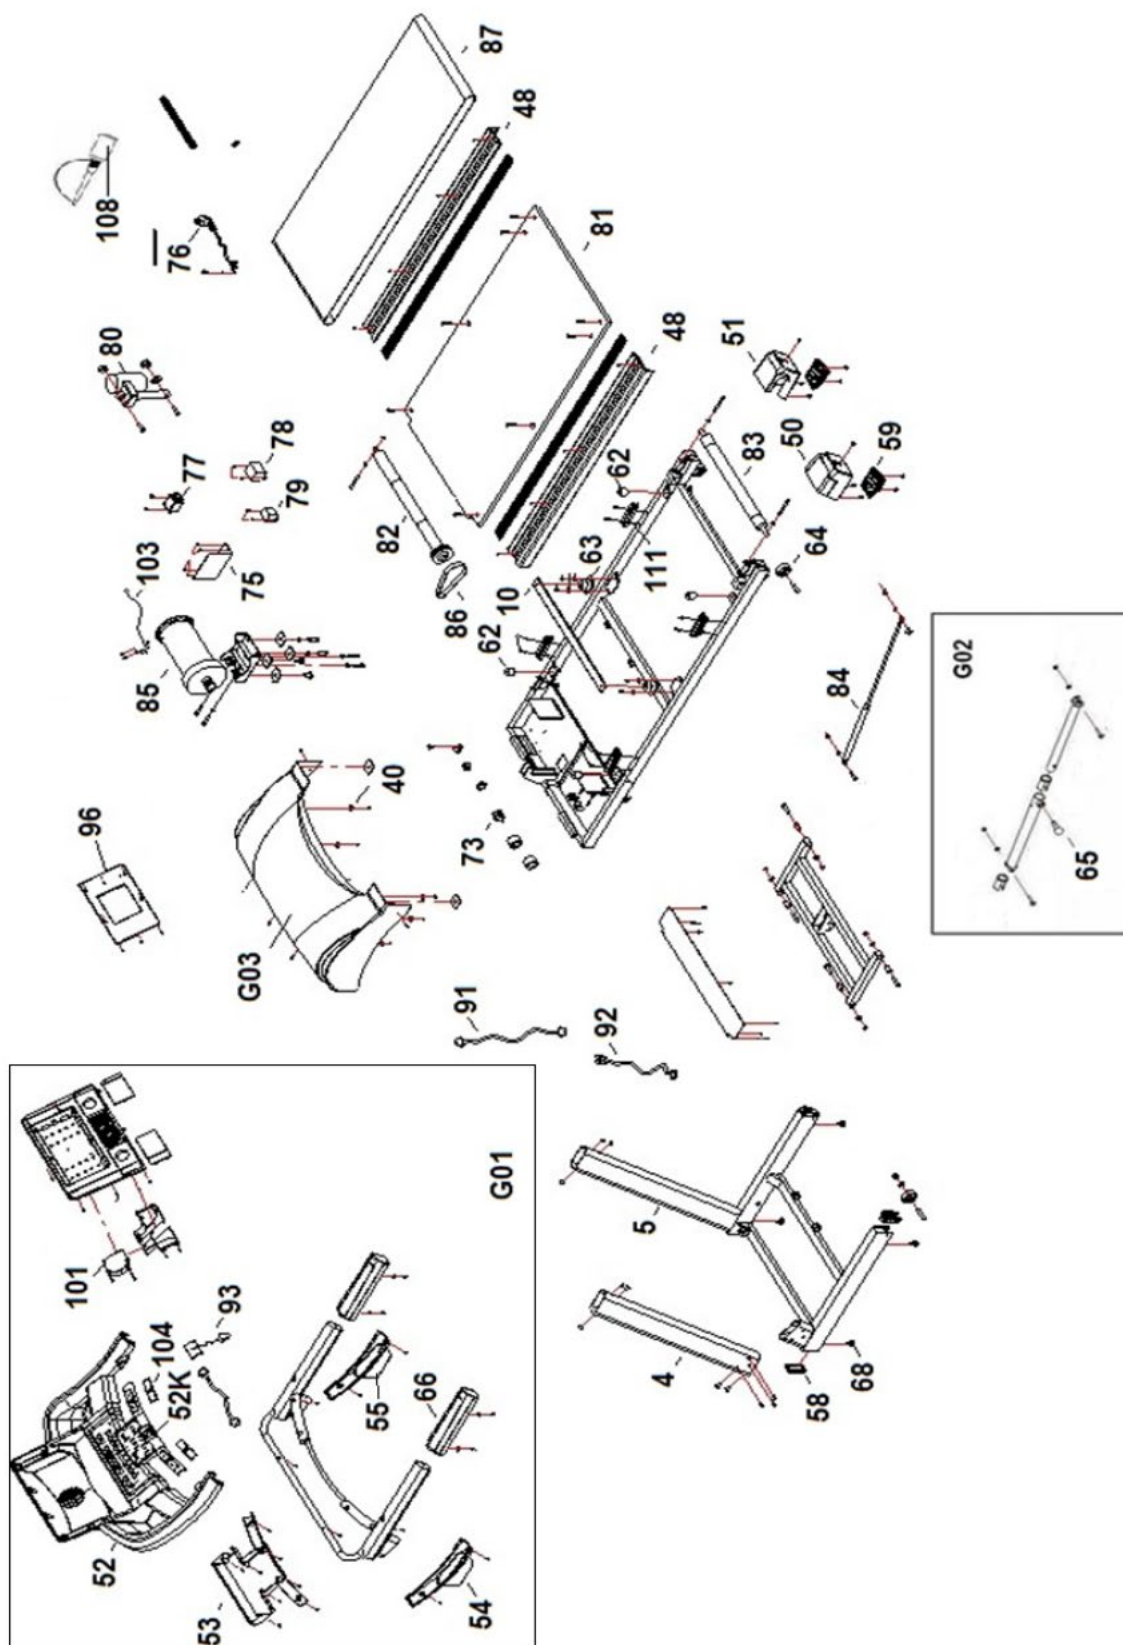

Fig.1
Podłącz urządzenie (fig.1) do gniazdka elektrycznego z uziemieniem, następnie przełącz włącznik (L), tak by znajdował się w pozycji (1).